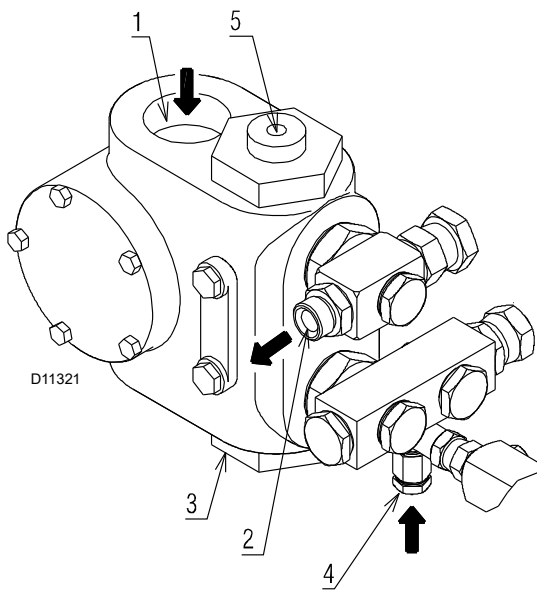

Fig. 23
Légende (Fig. 23)
- Pour que la pompe (Fig. 23) puisse s'auto-amorcer, il est indispensable de desserrer la vis 4) pour purger l'air contenu dans le tuyau d'aspiration.
Si la pompe a été vidée, la remplir de combustible par le bouchon du vacuomètre 4)(Fig. 23) avant de la mettre en marche pour éviter des grippages.